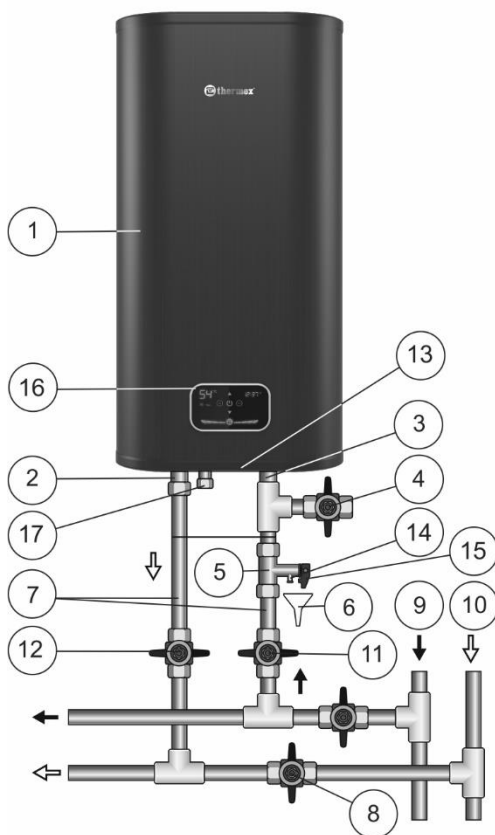

Рисунок 1. Схема подключения ЭВН к водопроводу в вертикальном положении вертикальных моделей V.
Внутренний бак изготавливается из высококачественной нержавеющей стали с содержанием титана, что обеспечивает высокую коррозионную стойкость и, как следствие, длительный срок эксплуатации. Пространство между внешним корпусом и внутренним баком заполнено пенополиуретаном - современной, экологически чистой теплоизоляцией, обладающей наилучшими характеристиками тепло-сбережения. Модели Flat Diamond Touch Pro Wi-Fi (ID PRO Wi-Fi) имеют два резьбовых патрубка: для входа холодной воды (Рис. 1, п. 3) с синим кольцом и выхода горячей воды (Рис. 1, п. 2) - с красным кольцом. На лицевой стороне ЭВН во всех моделях находится панель управления (Рис. 1, п. 16).
Предохранительный клапан (Рис. 1, п. 5) выполняет функции обратного клапана, препятствуя попаданию воды из водонагревателя в водопроводную сеть в случаях падения в последней давления и в случаях возрастания давления в баке при сильном нагреве воды, а также функции защитного клапана, сбрасывая избыточное давление в бак при сильном нагреве воды. Во время работы водонагревателя вода может просачиваться из выпускной трубы предохранительного клапана для сброса излишнего давления, что происходит в целях безопасности водонагревателя. Эта выпускная труба должна оставаться открытой для атмосферы и быть установлена постоянно вниз и в незамерзающей окружающей среде.
Необходимо обеспечить отвод воды из выпускной трубы предохранительного клапана (Рис. 1, п. 14) в канализацию, предусмотрев при монтаже ЭВН соответствующий дренаж (Рис. 1, п. 6).
Необходимо регулярно (не реже одного раза в месяц) проводить слив небольшого количества воды через выпускную трубу предохранительного клапана в канализацию для удаления известковых осадков и для проверки работоспособности клапана. Для открывания клапана он снабжен ручкой (Рис. 1, п. 15). Необходимо следить, чтобы во время работы ЭВН эта ручка находилась в положении, закрывающем слив воды из бака.
Установить предохранительный клапан (Рис. 1, п. 5) на входе холодной воды (Рис. 1, п. 3), помеченном синим кольцом, закрутив на 3,5 - 4 оборота, обеспечив герметичность соединения любым уплотнительным материалом (льном, лентой ФУМ и др.).
- Вертикальные модели V в соответствии с Рис. 1